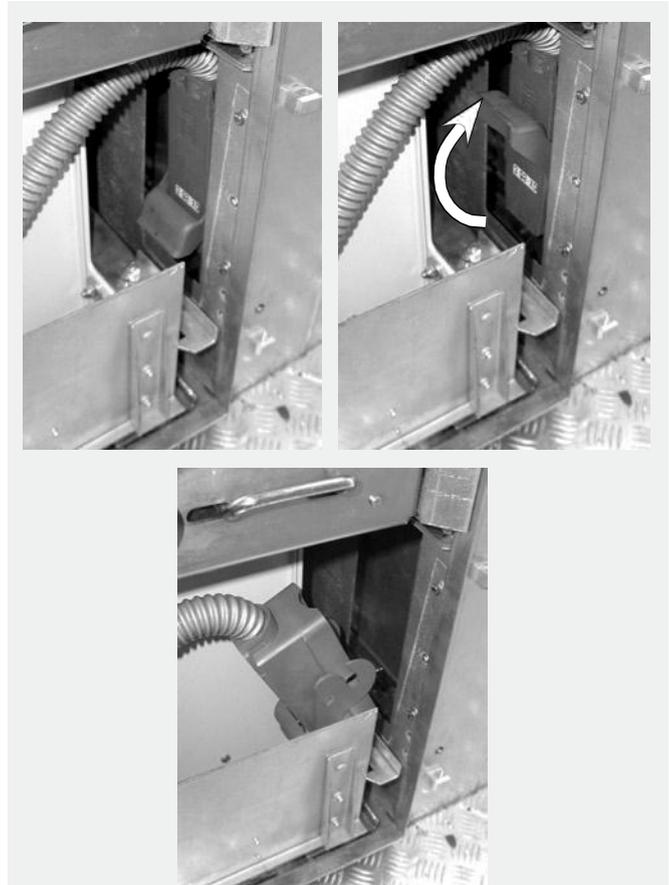

Рис. 17. Порядок отключения втычного разъема вспомогательных цепей
- 3) Разблокировать разъем вспомогательных цепей и вынуть его из ответной части (рис. 17).